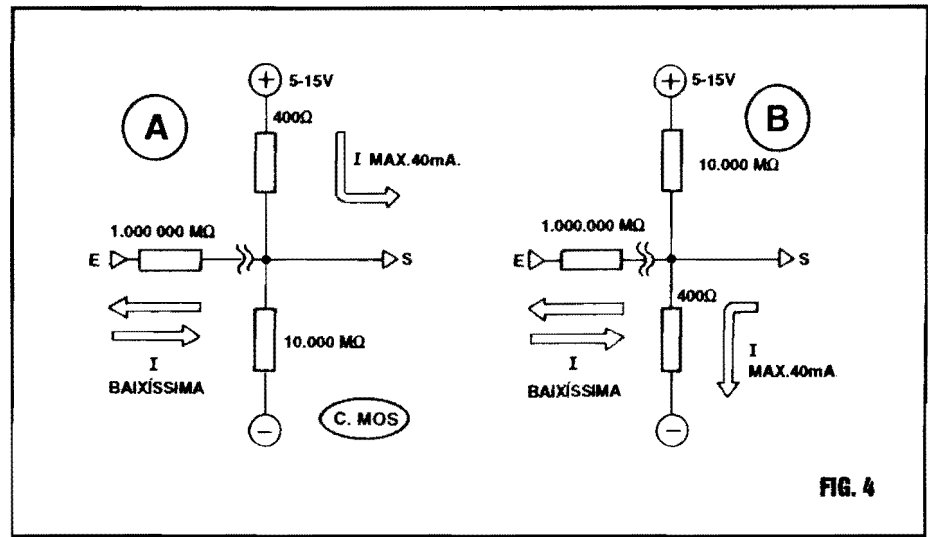

FIG. 4
**-FIG. 4- DETALHANDO, NA PRÁTICA, AS ENTRADAS E SAÍDAS C.MOS...** - Os dois diagramas (A e B) "estilizam" condições (a nível puramente "resistivo", ou levando em consideração as impedâncias relativas...) para Saída "alta" e Saída "baixa" num gate típico C.MOS, também indicando as impedâncias relativas nas respectivas e hipotéticas Entradas... Em qualquer caso, num gate (ou qualquer outro bloco lógico...) C.MOS, um sinal, "estado" ou nível digital aplicado à Entrada "vê" uma Resistência **incrivelmente alta** (na casa